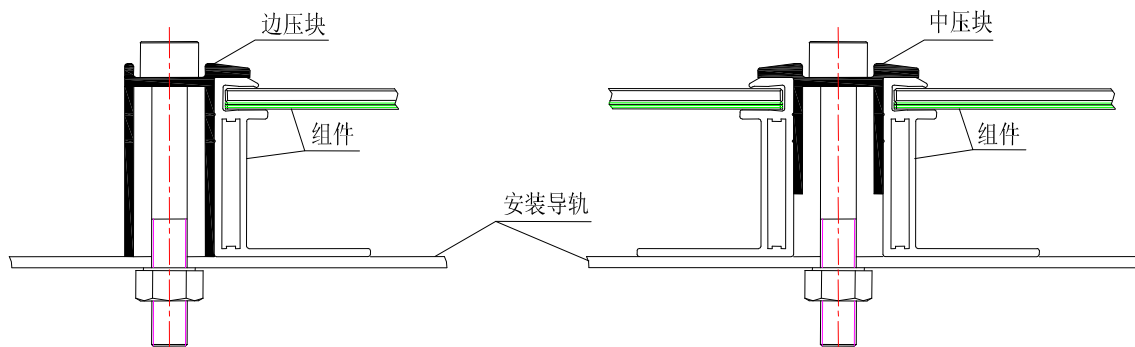

图 8 夹具安装方法
(1) 有框组件
- ✚ 注意两端都应该夹在中心对称的位置，推荐的扭矩为 8NM ，参考图 8。